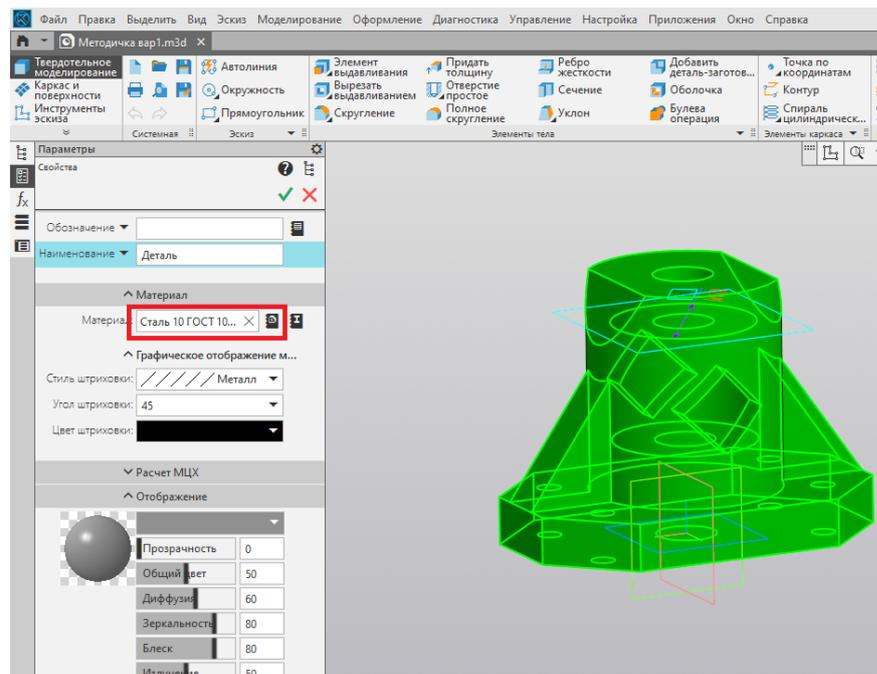

Рис. 47
2. Из библиотеки материалов выбираем необходимый материал (рис. 47).
3. Завершаем выполнение команды нажатием на зелёную галочку (рис. 47).